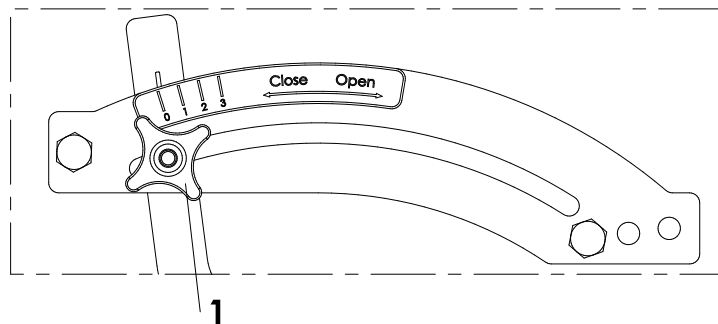

Abbildung 2
3. Dieses Ventil lässt sich auf die Samengröße des auszubringenden Saatguts einstellen. Bei feinen Grassamen muss dieses Ventil vollständig geschlossen sein. Die Samen werden dann von dem Zahnrad erfasst und mitgenommen. Bei größeren Samen reicht der Raum zwischen dem Zahnrad und dem Ventil nicht aus, um die Samen durchzulassen. Deshalb muss das Ventil bei größeren Samen weiter geöffnet werden. Die Einstellung der Durchlassöffnung erfolgt mit dem Ventileinstellhebel. Zum Verstellen dieses Hebels wird erst der Sternknopf (1) gelöst. Anschließend den gewünschten Stand wählen und den Sternknopf wieder anziehen (Abbildung 2).